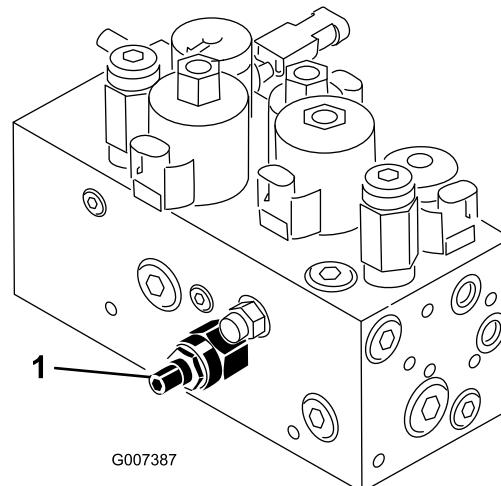

图49
滚刀组提升/降下回路配备有流量控制阀图49。此阀门是在工厂预设的但因液压油温度、剪草速度和附件等的不同可能需要进行调节。如需调节请按照以下方式进行
1. 提起座椅找到用于中央牵引架的流量控制阀图49其位于液压歧管一侧。